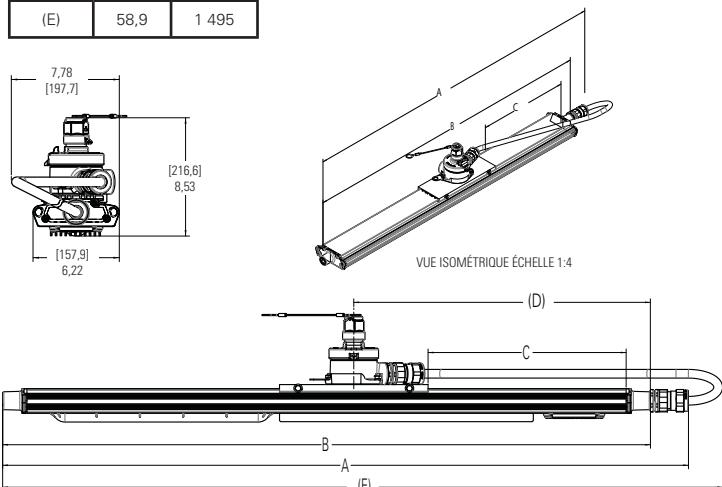

Figure 10
- Poser le support de montage coulissant avec la boîte de jonction sur la bride de montage du luminaire, comme illustré à la figure 10. Ajuster la position du support de montage coulissant selon la distance C indiquée dans le tableau. Remarque : La distance C se rapporte à l'extrémité de la bride de montage du luminaire.
- Installer un (1) corps fileté de goupille de câble à la boîte de jonction et un (1) corps fileté de goupille de câble au plot de l'extrémité du circuit de commande du luminaire. Se reporter à la fiche IF 1647 pour des directives sur l'installation du raccord TM CX et sur la préparation du câble.
- Placer le câble de manière similaire à celle illustrée à la figure 10.